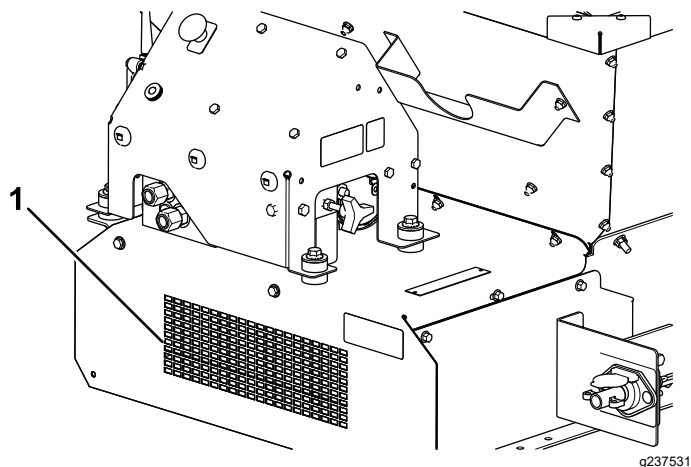

図 63
11. 機体の前部に清掃ステッカー **図 62**が貼付されているステッカーに描かれているように、水道ホースを使って前ガードのメッシュから水を掛け、腹板に残っている資材を完全に流し出す **図 63**。